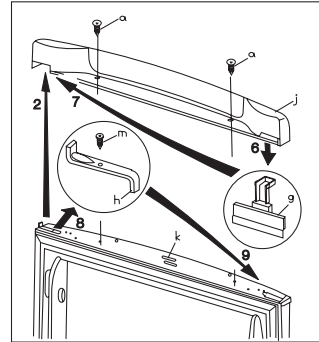

bild 2.
- Åpne døren på kjøleskapet, fjern toppdekslet (j) ved å skru ut de to skruene (a), lukk så døren (fig. 2).
- Flytt panelet (g) fra den ene siden av toppdekslet (2) til den andre (fig. 2).
- Skru ut skruen (m), fjern dørstopperen (h) og fest den omvendt på den andre siden (fig. 2).
- Åpne kjøleskapsdøren, fest toppdekselet (j) med to skruer (a); pass samtidig på at magneten (k) sitter som den skal, lukk så døren (fig. 2).